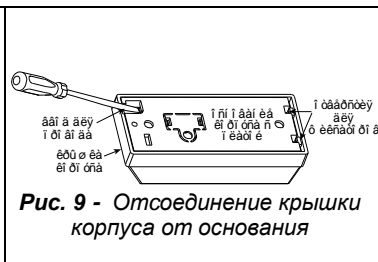

**Рис. 7 - Монтаж детектора протечки**
- I. Соедините два провода кабеля чувствительного элемента с входными контактными гнездами (см.рис. 7). Провода могут соединяться с контактами в любом порядке.